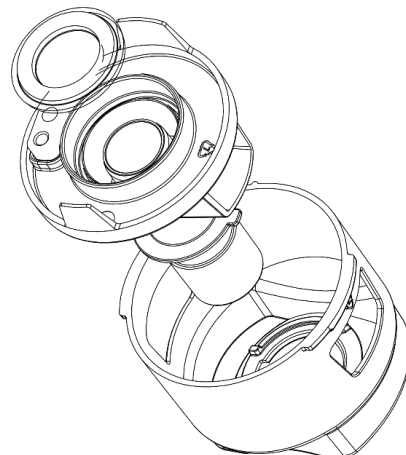

Fig. 3-17 Correcta alineación del diafragma al borde delimitado.
- Ubicar el diafragma en la parte posterior del cuerpo de la válvula, haciendo coincidir el borde de este en el espacio delimitado por las circunferencias marcadas en la Fig. 3-17. Se debe tener cuidado de mantener la posición del repliegue anular hacia abajo, cuando el conjunto se mantiene vertical.